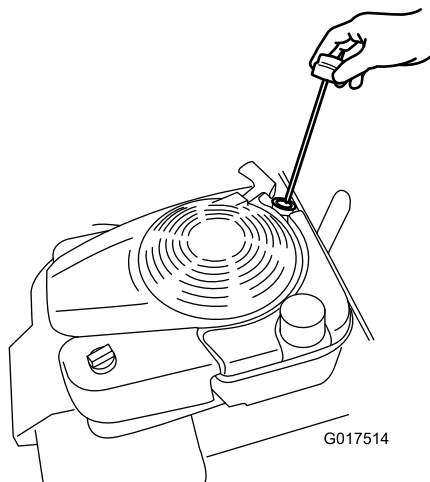

Рисунок 34
8. Извлеките щуп (Рисунок 34) и заполните маслом примерно 3/4 емкости картера через маслозаливную горловину.